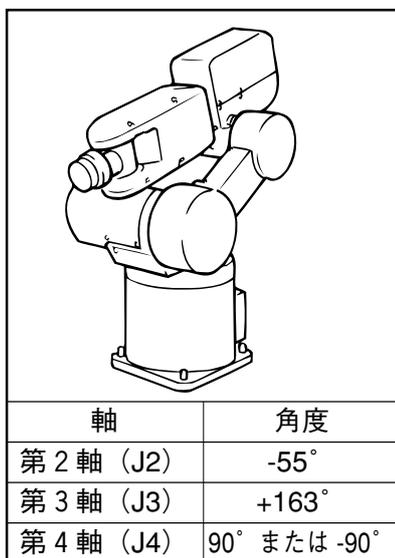
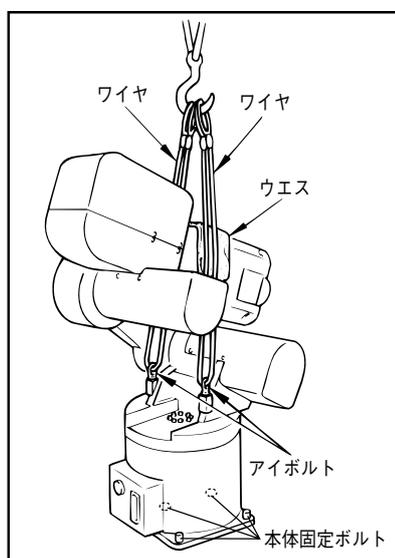

図5-51 運搬姿勢
図5-52 ワイヤのかけ方
- ① 図5-51に示すような運搬姿勢に、第2軸、第3軸、第4軸を手動動作で移動してください。(梱包状態は運搬姿勢になっているのでこの作業は不要です。)
- ② モータケーブル、エンコーダケーブル、エア配管およびユーザー信号ケーブルはロボット本体からはずしてください。(梱包状態では、この作業は不要です。)
- ③ 図5-52に示すように、セカンドアームにウエスをはさみ、アイボルト2ヶ所にワイヤを固定してください。
- ④ 作業員Aはロボットが転倒しないように本体を支えながら、本体固定ボルトを外してください。
- ⑤ 作業員Bはクレーンを操作し、目的の場所までロボット本体を移動してください。
- ⑥ ロボットを設置場所におろし、作業員Aはロボット本体を本体固定ボルト4本を使用し仮止めしてください。
- ⑦ ロボットを次ページの設置方法に基づき固定してください。